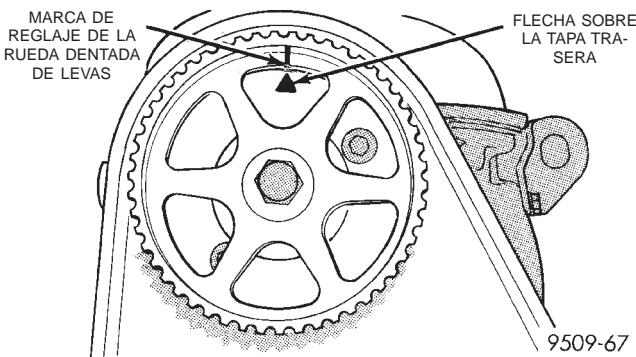

Fig. 54 Marcas de reglaje del árbol de levas
- Verifique la marca de reglaje en la rueda dentada del árbol de levas. La marca deberá estar alineada con la flecha de la tapa trasera de la correa (Fig. 54).